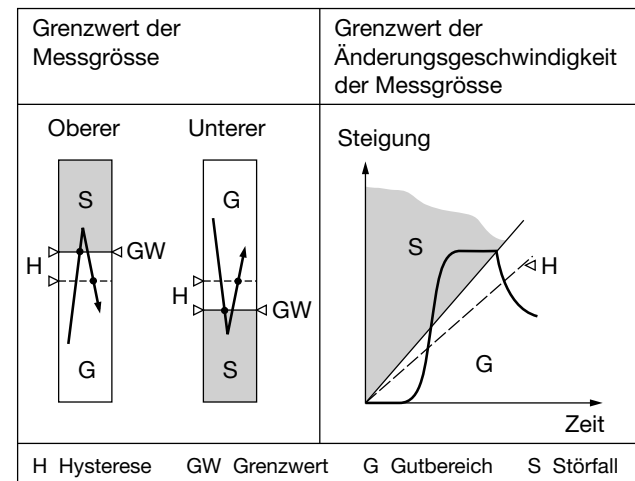

Bild 3
- zur Überwachung der Messgröße als unterer oder oberer Wert zwischen -10 und +110%² (siehe Bild 3, links)
zwischen ± 1 und $\pm 50\%/s$ (siehe Bild 3, rechts)